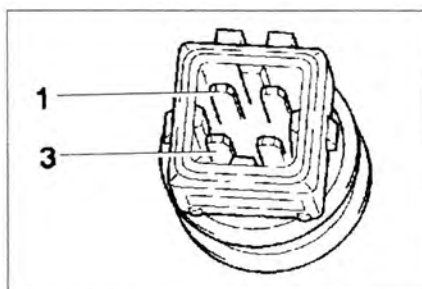
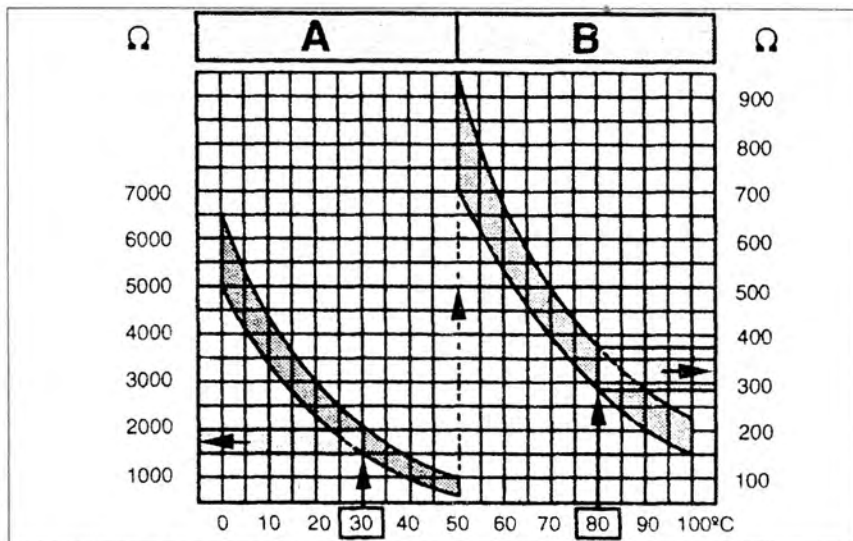

Рис. 3.54. Проверка сопротивления датчика температуры охлаждающей жидкости.
Рис. 3.55. Диаграмма для определения сопротивления датчика температуры охлаждающей жидкости в зависимости от температуры.
9. Отсоедините разъем проводки от датчика (рис. 3.54). Измерьте сопротивление между контактами 1 и 3 датчика. Заданное значение показано на рис. 3.55. Площадь A показывает сопротивление в температурном диапазоне 0-50 °C, площадь B – сопротивление в температурном диапазоне 50-100 °C. Например, температура 30 °C соответствует сопротивлению 1500-2000 Ом; температура 80 °C соответствует сопротивлению 275-375 Ом.
9. Заданное значение сопротивления показано на рис. 3.55. Площадь A показывает сопротивление в температурном диапазоне 0-50 °C, площадь B – сопротивление в температурном диапазоне 50-100 °C. Например, температура 30 °C соответствует сопротивлению 1500-2000 Ом; температура 80 °C соответствует сопротивлению 275-375 Ом.
10. Заданное значение сопротивления показано на рис. 3.55. Площадь А показывает сопротивление в температурном диапазоне 0-50 °C, площадь В – сопротивление в температурном диапазоне 50-100 °C. Например, температура 30 °C соответствует сопротивлению 1500-2000 Ом; температура 80 °C соответствует сопротивлению 275-375 Ом.